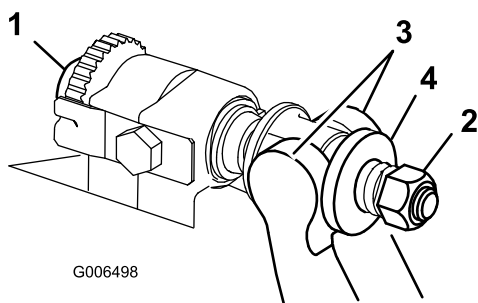

Figure 19
1. Tournez la vis de réglage de la barre d'appui dans le sens anti-horaire pour éloigner la contre-lame du cylindre (Figure 19).
2. Faites sortir l'écrou de tension du ressort jusqu'à ce que la rondelle ne soit plus tendue contre la barre d'appui (Figure 19).